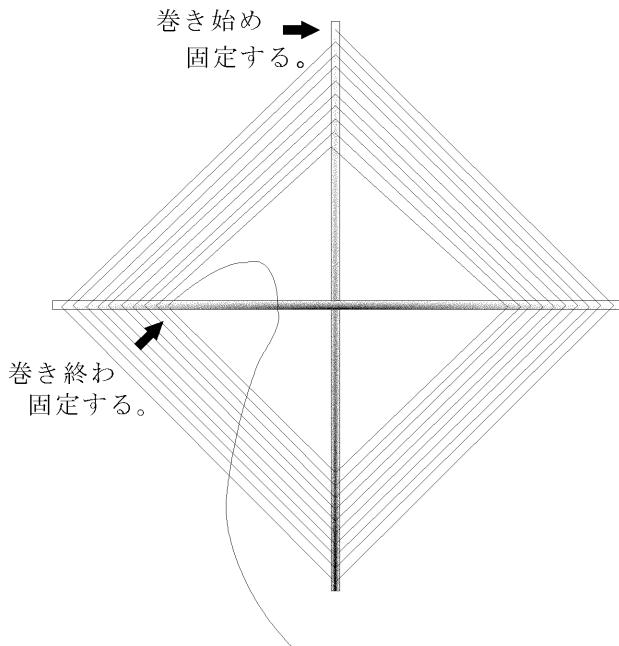

図16 ループアンテナ完成図
(4) 十字に組んだ部分を針金を用いて固定する。
(5) ヒートンの一ヵ所にリード線の一端を固定し、図16のように十字に組んだ木棒にリード線を取り付ける。この時、リード線はヒートンの穴を通すとよいが、簡単に作るにはヒートンにリード線をひっかけるだけでもよい。